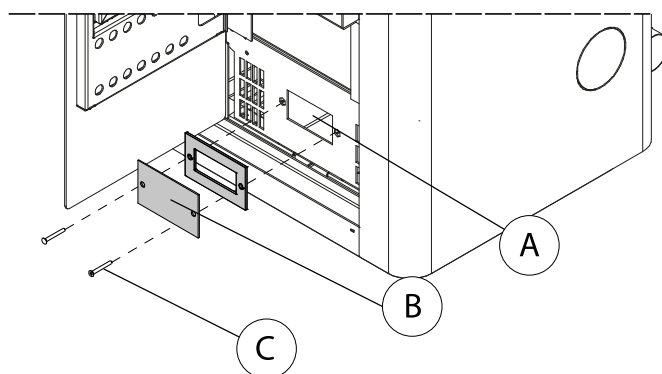

Fig. 6.1.2
- per un facile accesso al ventilatore (A) è sufficiente rimuovere il tappo (B) con relativa guarnizione, agendo sulle due viti (C) (Fig. 6.1.2).